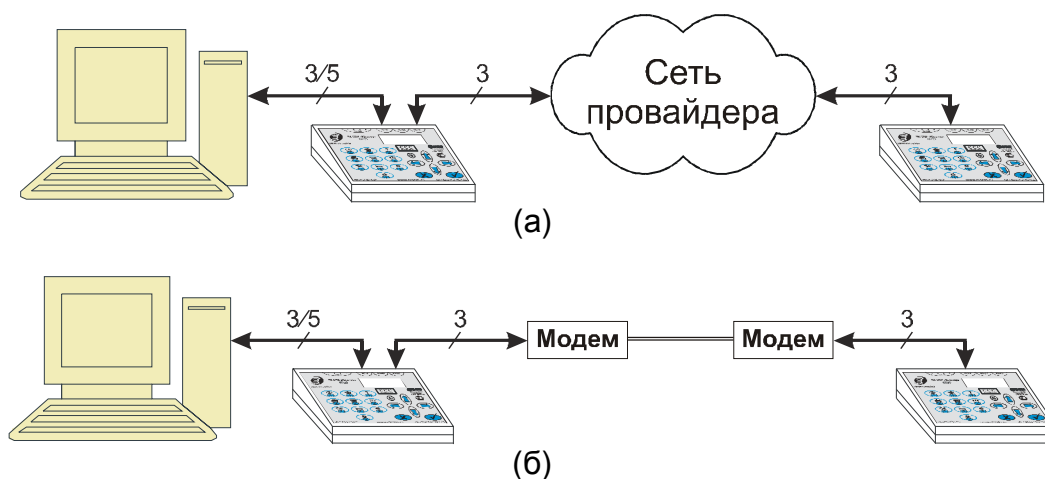

Рис.7.5.3. Рис.7.5.2 Работа КПЦО в режиме КПЦО(АТС)
**КОНВ2** - поддерживается КПЦО версии 3.10 и старше. Протокол использует 3 линии интерфейса RS232 и допускает удаленное управление КПЦО с использованием цифровых каналов связи (см.рис.7.5.3). КПЦО использующий данный протокол не выделяется отдельным устройством в конфигурации приемного комплекта, и не может быть индивидуально сконфигурирован с пульта.
**ПКЗ-S** - поддерживается КПЦО версии 3.11x и старше. Протокол использует 3 линии интерфейса RS232 и допускает удаленное управление КПЦО с использованием цифровых каналов связи (см. рис.7.5.3). КПЦО использующий данный протокол отвечает за указанные АТС, и может быть индивидуально сконфигурирован с пульта.